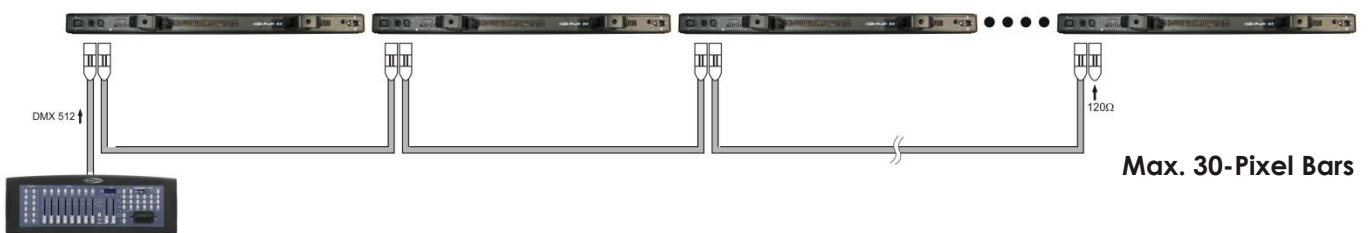

Abb. 4
4. Verbinden Sie die Einheit wie in (Abb. 4) gezeigt, schließen Sie ein DMX-Signalkabel von der DMX "Out"-Buchse des ersten Gerätes an die "In"-Buchse des zweiten Gerätes an. Wiederholen Sie diesen Vorgang, um auch das zweite, dritte und vierte Gerät anzuschließen.